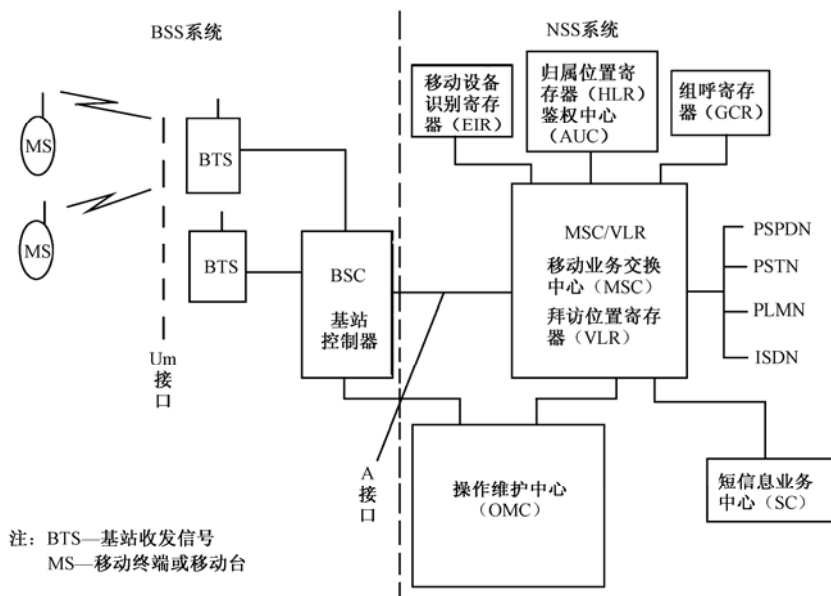

图 2-1-1 GSM 系统框图
蜂窝移动通信系统主要由交换网络子系统 (NSS)、无线基站子系统 (BSS) 和移动台 (MS) 三大部分组成, 如图 2-1-1 所示。其中 NSS 与 BSS 之间的接口为 “A” 接口, BSS 与 MS 之间的接口为 “Um” 接口。在移动通信系统中, TACS 规范只对 Um 接口进行了规定, 而未对 A 接口做任何的限制。也就是说, NSS 系统和 BSS 系统只能采用一个厂家的设备, 而 MS 可采用不同厂家的设备。
GSM 系统框图如图 2-1-1 所示, A 接口往右是 NSS 系统, 它包括移动业务交换中心 (MSC)、拜访位置寄存器 (VLR)、归属位置寄存器 (HLR)、鉴权中心 (AUC)、移动设备识别寄存器 (EIR)、组呼寄存器 (GCR) 和操作维护中心 (OMC)。A 接口与 Um 接口之间是 BSS 系统, 它包括有基站控制器 (BSC) 和基站收发信台 (BTS)。Um 接口往左是移动台部分 (MS), 其中包括移动终端 (MS) 和客户识别卡 (SIM)。在 GSM 网上还配有短信息业务中心 (SC), 可开放点对点的短信息业务, 类似数字寻呼业务, 实现全国联网, 还可开放广播式公共信息业务。另外配有语音信箱, 可开放语音留言业务, 当移动被叫客户暂不能接通时, 可接到语音信箱留言, 提高网络接通率, 给运营部门增加收入。